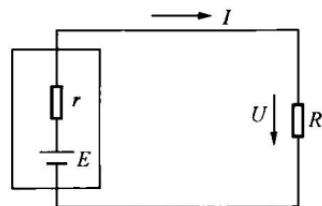

图 1-8 最简单的全电路
(2) 全电路欧姆定律。全电路欧姆定律适用于有电源的闭合电路，如图 1-8 所示。方框中的 E 代表电源电动势， r 代表电源内阻。通常将电源内部的电路称做内电路，电源外部的电路称做外电路。